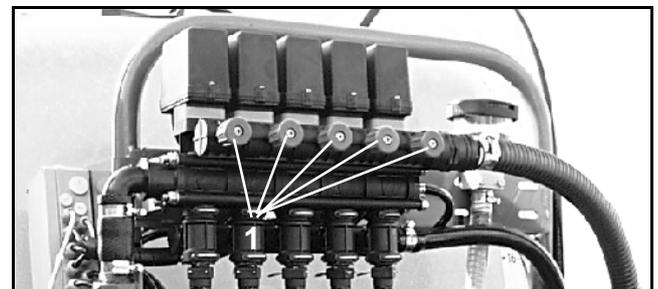

Fig. 7.16
- Ajustar la válvula de presión constante a través de los tornillos moleteados (Fig. 7.16/1).